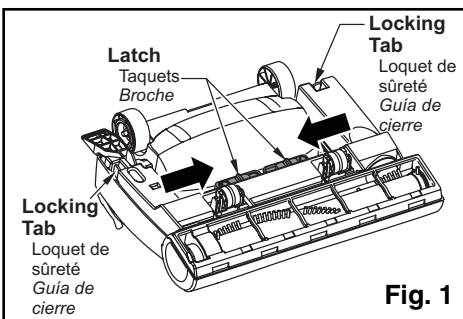

Fig. 1
- Libérer la plaque inférieure en appuyant sur les deux (2) taquets et les deux (2) loquets de sûreté comme le montre l'illustration (Fig.1).
- Para liberar la base inferior, apriete hacia adentro los dos (2) pestillos y las dos (2) lengüetas de cierre como se muestra (Fig 1).
- **Release lower plate by pressing two (2) latches and two (2) locking tabs inward as shown. (Fig. 1)**